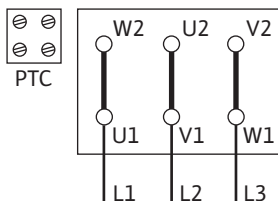

Fig. 12: Δ-Schaltung
- Der Netzanschluss ist abhängig von Motorleistung P₂, Netzspannung und der Einschaltart. Erforderliche Schaltung der Verbindungsbrücken im Klemmenkasten folgender Tabelle sowie Fig. 12, 13 und 14 entnehmen.